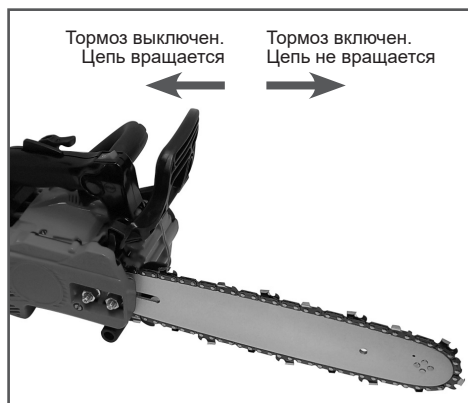

Рис. 6 Проверка механического тормоза цепи
Тормоз цепи выключен (цепь может вращаться), когда ручка тормоза взведена (Рис. 6).
Тормоз цепи включен (цепь не имеет возможности вращаться), когда ручка тормоза находится в отжатом положении (Рис. 6).
3. Используя тормоз цепи, переместить левое запястье от себя и нажать им на ручку тормоза, не отпуская рукой переднюю рукоятку бензопилы (Рис. 6).
6. Возведите ручку тормоза (Рис. 6).
4. Убедитесь, что тормоз цепи включен (цепь заторможена), как показано на Рис. 6.
После запуска двигателя немедленно выключите тормоз пильной цепи. Для этого потяните ручку тормоза на себя до щелчка (Рис. 6). Будьте осторожны, цепь начнет движение.